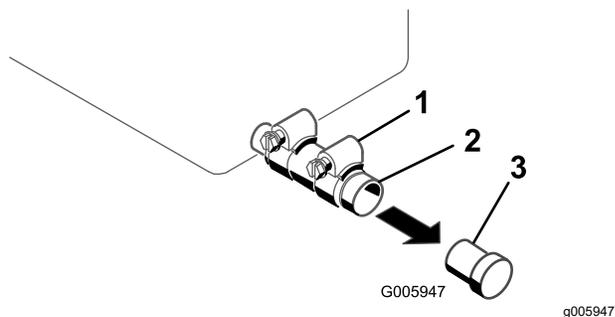

図 29
4. 排出口の下に廃油受けを置く 図 29。
5. クランプをゆるめ、プラグを外す 図 29。